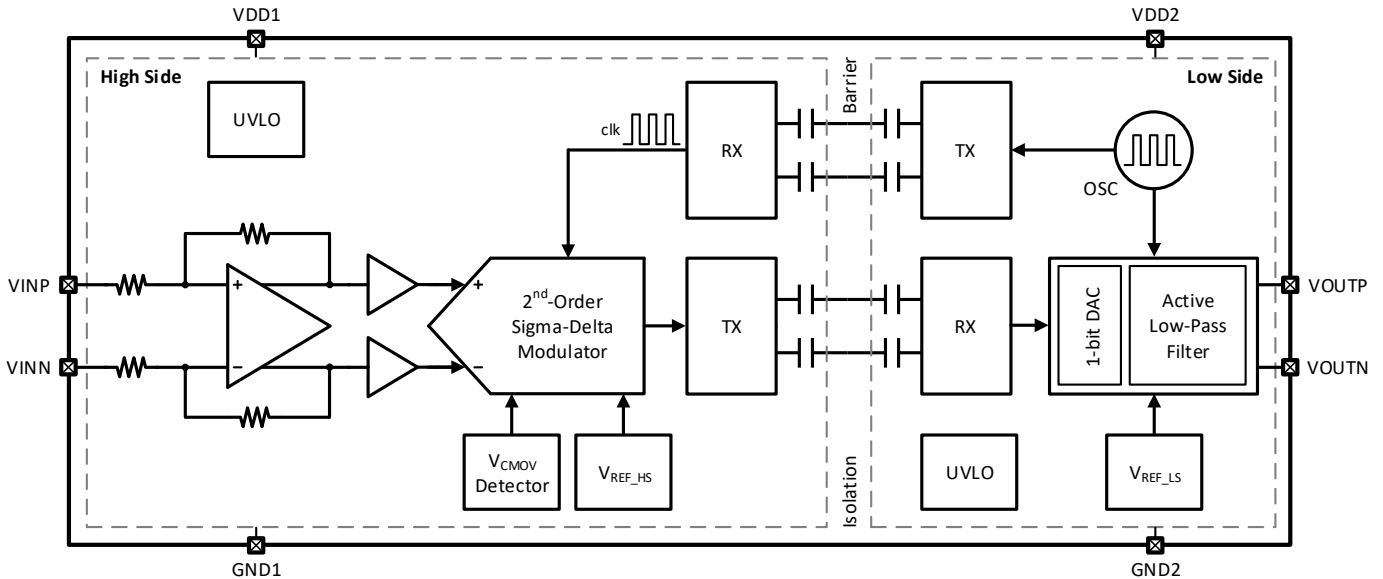

图 9-1 CA-IS1300B25G-Q1 功能框图
CA-IS1300B25G-Q1 器件是为基于分流电阻的电流检测而优化的高精度隔离式运放。功能框图如图 9-1 所示。在高边，全差分运放先对分流电阻上的压降预放大然后驱动二阶 Sigma-Delta ($\Sigma\Delta$) 调制器。该调制器将模拟信号转换成数字位流。为了在基于二氧化硅的隔离层的信号传输，数字位流通过使用简单的开关键控 (OOK) 调制方案和高频载波进一步调制。接收机 (RX) 在低边将接收到的调制信号恢复成原始的数字位流。经过 1 位数模转换器 (DAC) 处理后，数字位流被送到有源低通滤波器继而产生模拟输出。为了整个芯片的同步，时钟在低边产生并发送回高边，确保所有的时钟同源。